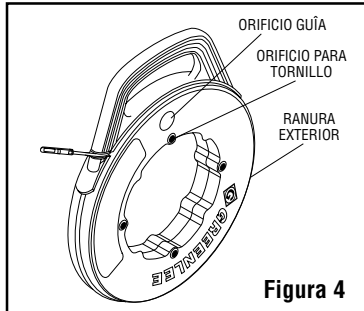

Figura 4
5. Inserte un tornillo en el orificio más cercano al orificio guía. Coloque la cinta pasacables en el estuche pasando una presilla de amarre o un accesorio de engarzado por el tornillo. Véase la Figura 4.